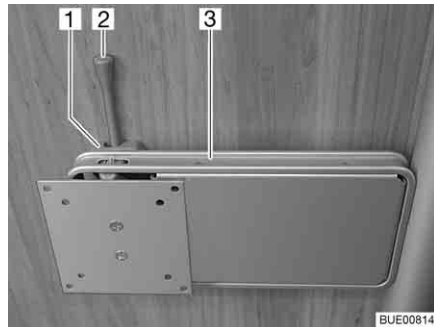

Fig. 72 Fijación en la columna
- Empujar la palanca de desbloqueo (Fig. 72,2) hacia el lado y girar el soporte (Fig. 72,3) junto con la pantalla plana a la posición deseada.
- Girar la pantalla plana hacia la posición inicial hasta que el soporte (Fig. 72,3) engatille en el bloqueo (Fig. 72,1).